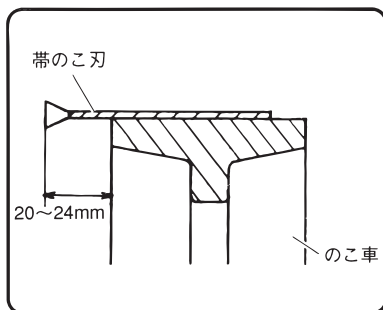

図 13
- (7) 帯のこ車(上) を左方向と右方向へ交互に手で回しながら、帯のこ刃出入り調整ハンドルで帯のこ刃が図13の位置に安定するよう調整します。
(8) 帯のこ刃張り調整ハンドルを回し、目盛針を**適**目盛(太い目盛)の位置にすると最も適した帯のこ刃の張りとなります。このとき、帯のこ刃が図13の位置に安定することを再度確認してください。
(9) セフティカバー(B)を5mmチョウボルトで取付け、テーブルピースをもとの位置に戻してテーブルピース固定ボルトで締付けます。
(10) 帯のこ刃位置表示装置は、帯のこ刃のセット位置を本体正面から見る事ができる装置で挽材作業中も、帯のこ刃の出入り状態がわかります。